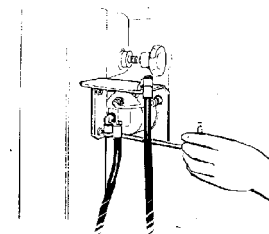

fig.41
- Collegare il supporto manometro al palo con le 2 viti in dotazione di M6 (fig.41)
- Connect the manometer holder to the column with the two M6 bolts supplied (fig.41).
- Fixer le support du manomètre à la colonne moyennant les 2 vis en dotation de M6 (fig.41).
- den Druckmesserhalter mit den zwei mitgelieferten Schrauben M6 (Abb.41) an der Tragsäule anschrauben.
- Conecte el soporte del manómetro a la columna con los dos tornillos de equipo de M6 (fig. 41).